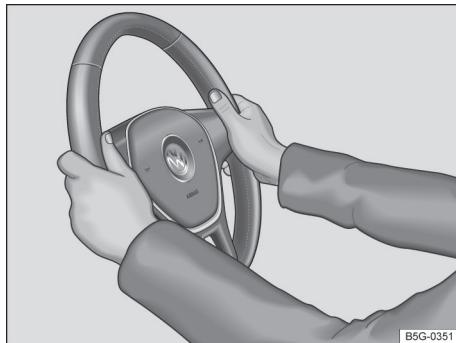

Fig. 75 No volante: posição 9 e 3 horas.
- Ajustar o volante de forma que possa ser segurado lateralmente com ambas as mãos, com os braços ligeiramente arqueados, na borda externa, na posição das 9h e 3h. → **Fig. 75**
- Durante a condução, sempre segurar o volante com ambas as mãos lateralmente na borda externa na posição das 9h e 3h → Fig. 75 para reduzir ferimentos causados pelo acionamento do airbag frontal do condutor.